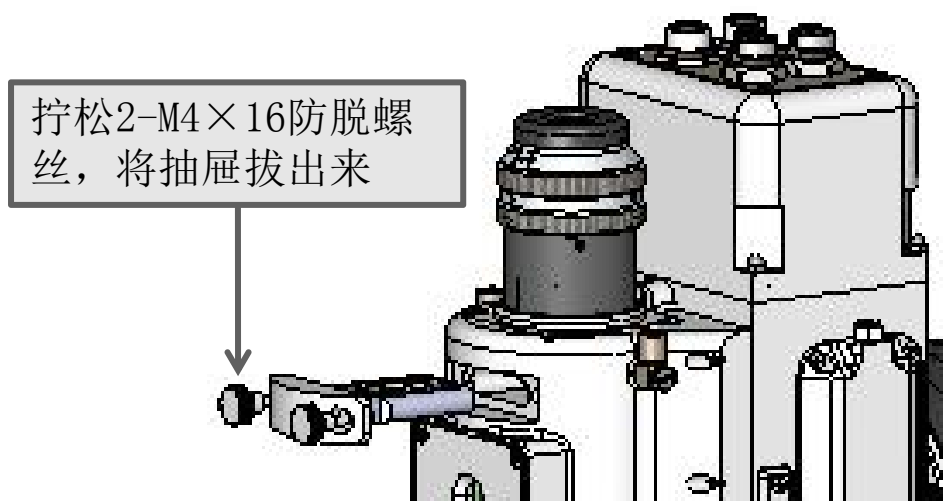
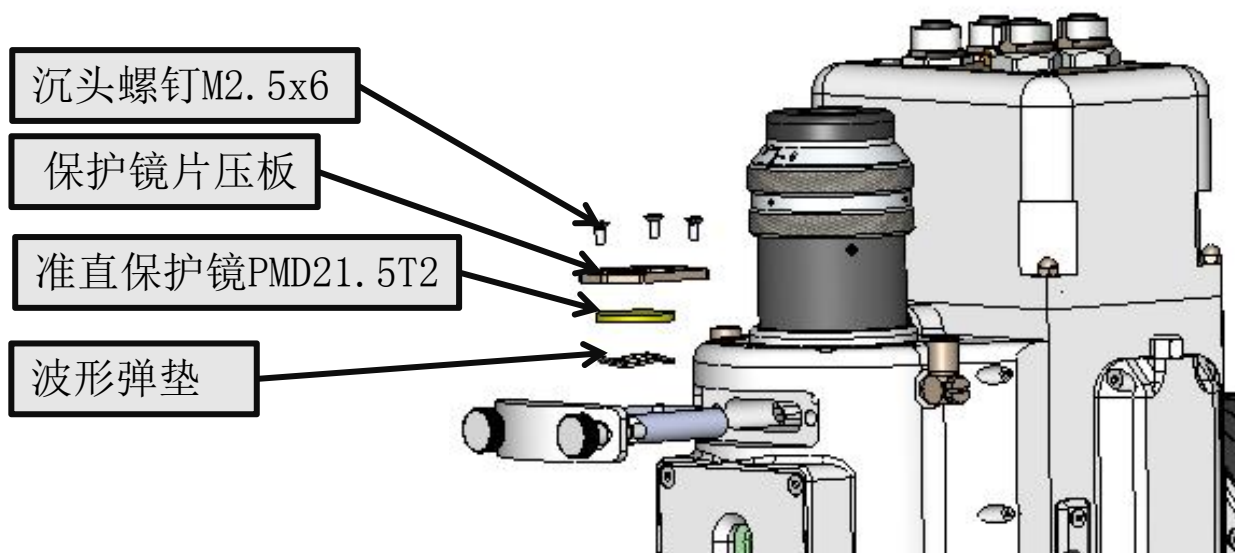

图3.4
图3.5
5.1.1 准直保护镜的拆装，拆装方法如下图3.4、图3.5所示。